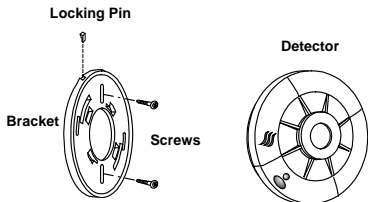

Bild 7: Rauchmelder Installation
- ◆ Entfernen sie den Verschuß Pin der den Montageadapter mit dem Rauchmelder verbindet (siehe Bild 7).